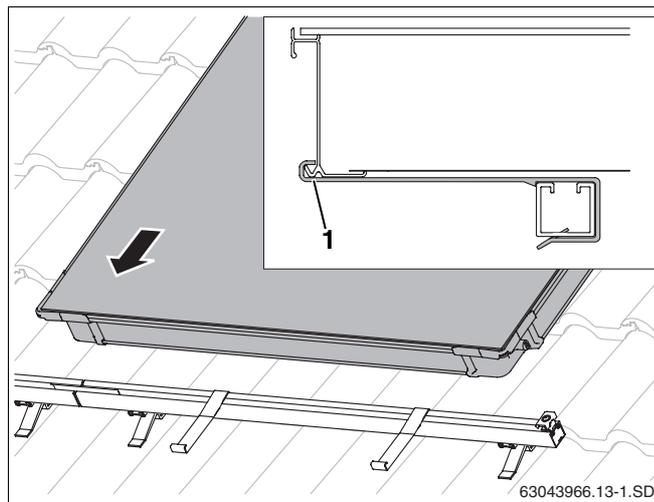

Рис. 42 Установка первого коллектора на профильные рейки
- Уложить первый коллектор на профильные рейки. Коллектор должен встать в крепления от сползания (рис. 42).
Нижний край коллектора должен войти в крепление от сползания (рис. 42, поз. 1).